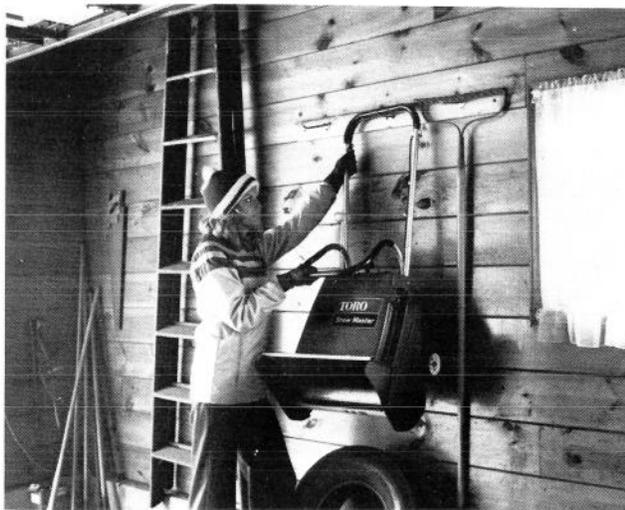

Abb. 11
8. Beim Aufbewahren der Schneefräse die Auswurfleitblätter senkrecht stellen. Das Gerät kann am oberen Griffbügel bequem aufgehängt werden (Abb. 11).